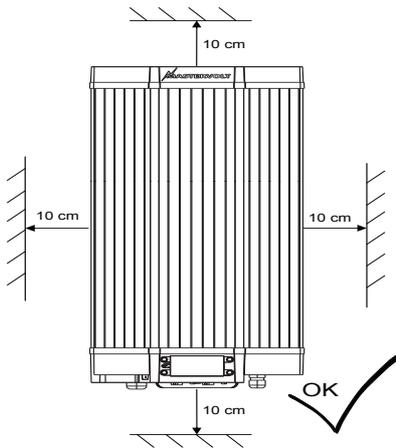

Figura 3
- Non collocare oggetti entro la distanza minima di 10 cm dal Sunmaster (figura 3).